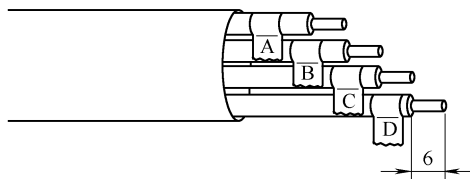

图 6-86 除去四根导线 6mm 长的绝缘层
④ 用压线钳从四根导线上除去 6mm 长的绝缘层, 如图 6-86 所示。